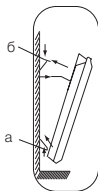

Рис. 6
- закрепить прибор на кронштейне необходимо следующим образом (рис. 6):
- наденьте на кронштейн нижнюю часть конвектора при помощи специальных отверстий, расположенных в нижней части конвектора (рис. 6, а);
- наденьте верхнюю часть конвектора на кронштейн, зафиксируйте его при помощи защелок на кронштейне (рис. 6, б);